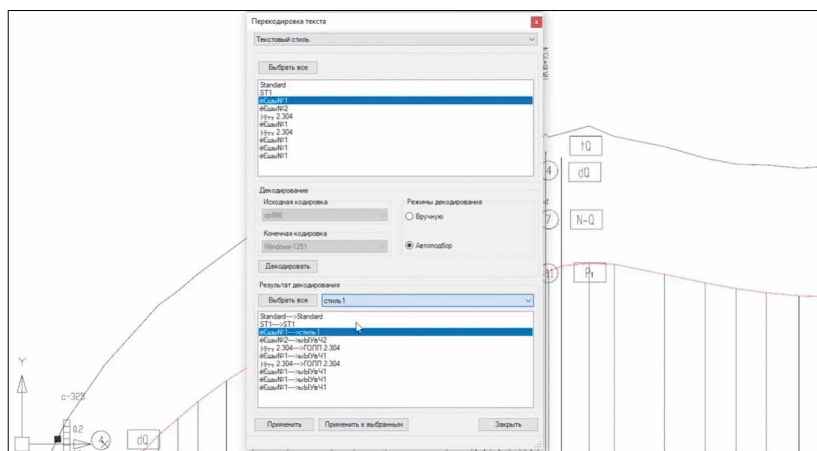

Рис. 7. Пример работы с проблемными *DWG*-файлами: восстановление кодировки кириллицы в именах слоёв, блоков, стилей и т.д.
- Исправление кодировки – специфическая проблема для всех, кто работает с кириллицей и с файлами, тянущимися со времен *DOS* (рис. 7). Эта проблема проявляется во всех *DWG*-средах, но только у нас вы можете исправить такие файлы.